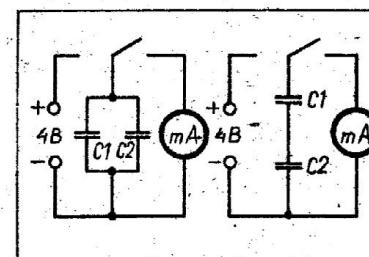

Рис. 2
1. Два конденсатора известной емкости включите в цепь сначала параллельно, а затем последовательно (рис. 2) и определите в том и другом случае их общую емкость описанным выше способом.